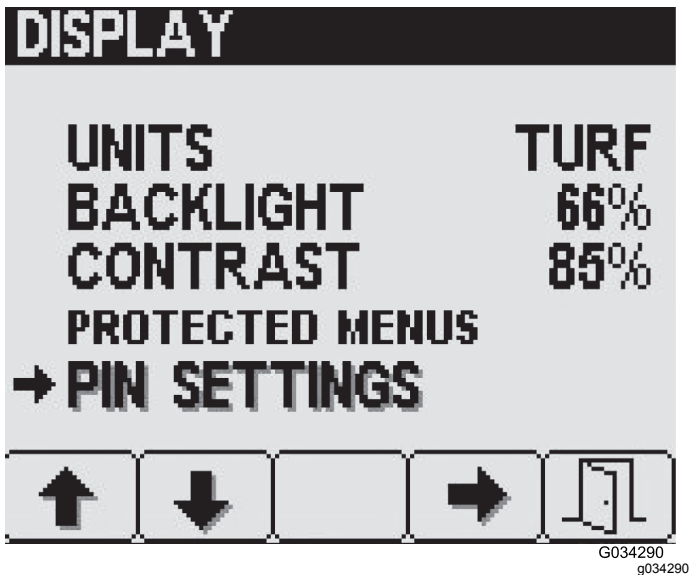

図 29
- 表示 Display 画面でボタン 2 で PIN 設定 PIN Settings へ移動し、ボタン 4 でそれを選択する 図 29。
1. PIN 設定PIN Settings画面でボタン2で PIN 変更PIN Changeへ移動し、ボタン4でそれを選択する 図 29。